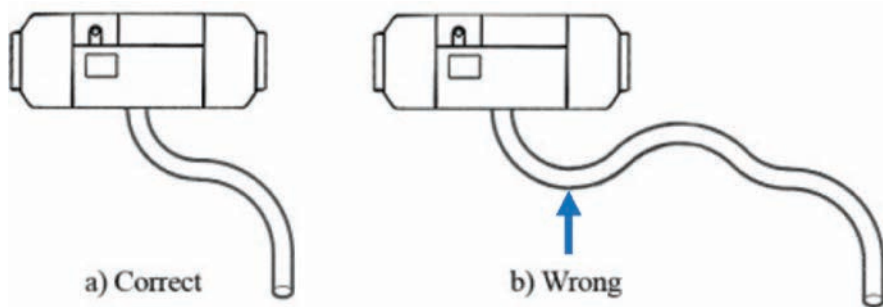

Fig. 26
- ☐ Installieren Sie das Rohr für die Verbrennungsluftzufuhr, sowie das Abgasrohr, ab dem Heizgerät mit einem kontinuierlichen Gefälle, damit Kondenswasser selbständig abfließen kann, (Fig. 26).